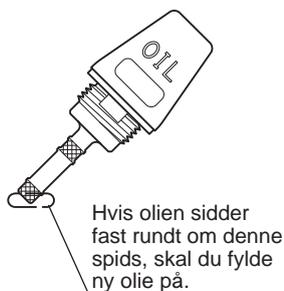
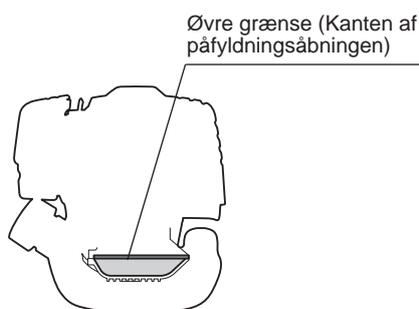

Fig. 1
Fig. 2
- Med motoren holdt vandret, fjern oliemålerpinden og kontroller at olien er fyldt op til mellem de øvre og nedre grænsemærker. Når der mangler olie på maskinen, sådan at oliemålerpinden kun rører ved olien med spidsen, især med oliemålerpinden indsat i krumtaphuset uden iskruning (Fig. 1), påfyldes ny olie til op i nærheden af åbningen (Fig. 2).
- (1) Hold motoren vandret og fjern oliemålerpinden.
- (2) Fyld olie op til kanten af oliepåfyldningsåbningen. (Se Fig. 2). Påfyld olien med smøremiddelbeholderen.
- (3) Stram oliemålerpinden ordentligt til. Der kan spildes olie, hvis det ikke strammes ordentligt.